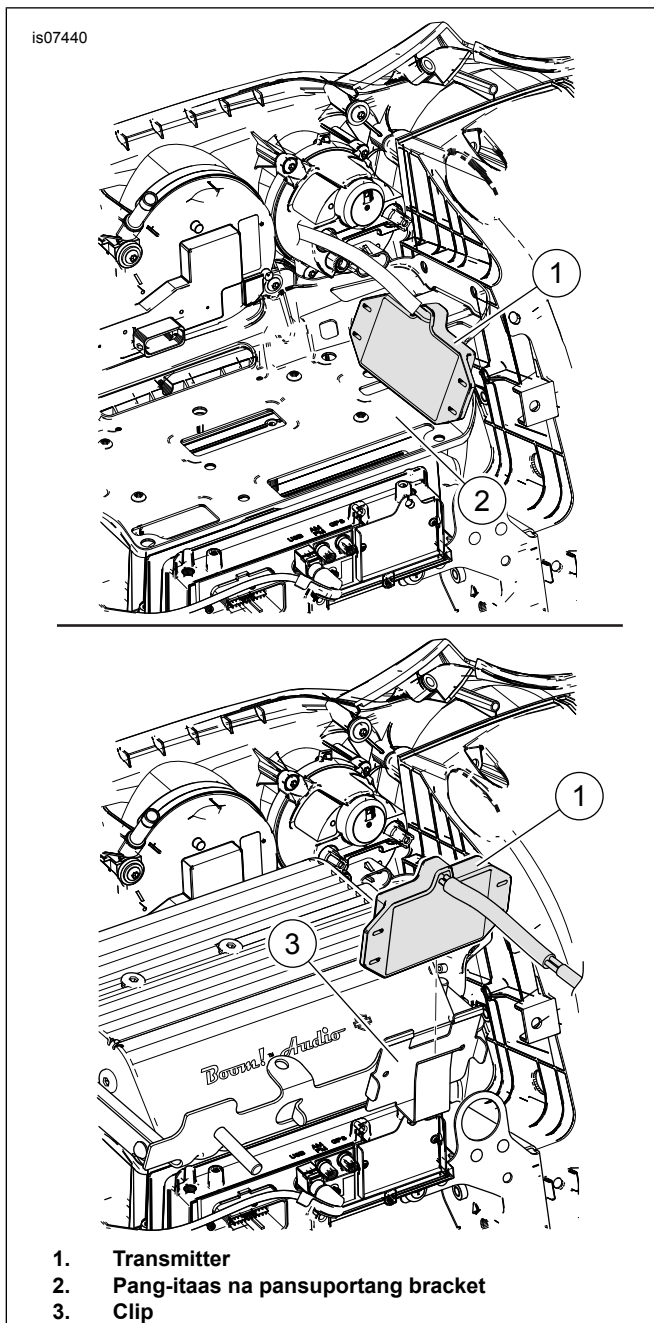

Figure 13. Pag-mount ng Transmitter (Mga 2014-2016 FLHT at FLHX na Touring o Trike na Modelo)
2. Tingnan ang Figure 13 . **Mga Modelo na WALANG naka-mount-sa-fairing na amplifier:**
- b. I-mount ang transmitter (1) sa kaliwang bahagi ng itaas na pansuportang bracket.
- a. Ipasok ang transmitter (1) sa clip (3) sa harap ng pang-mount na bracket ng amplifier.